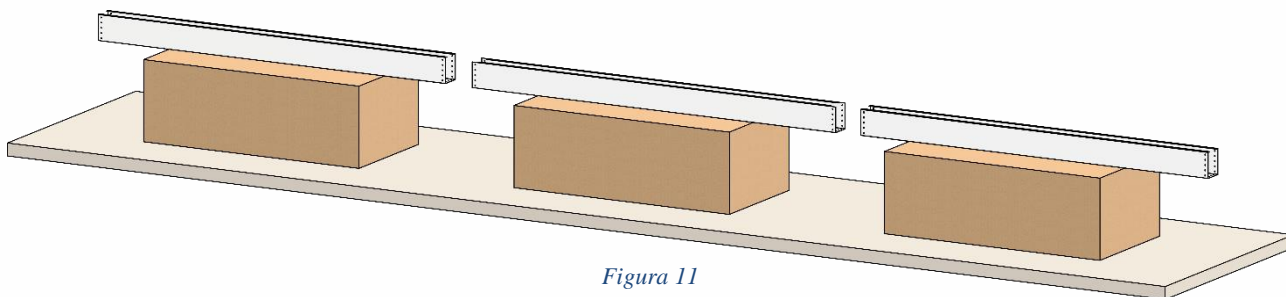

Figura 11
- Utilize as embalagens dos painéis evaporativos, de forma a criar uma bancada provisória, com a finalidade de facilitar as emendas do conjunto de calhas, conforme figura 11.